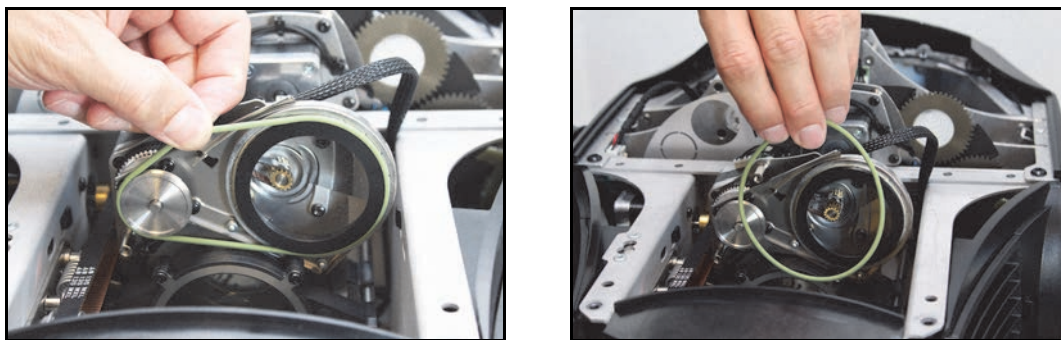

Figure 18: Dépose de la courroie du prisme
2. Voir Figure 18. Dégagez la courroie du prisme de ses poulies. Ne tirez pas sur la courroie plus que nécessaire.